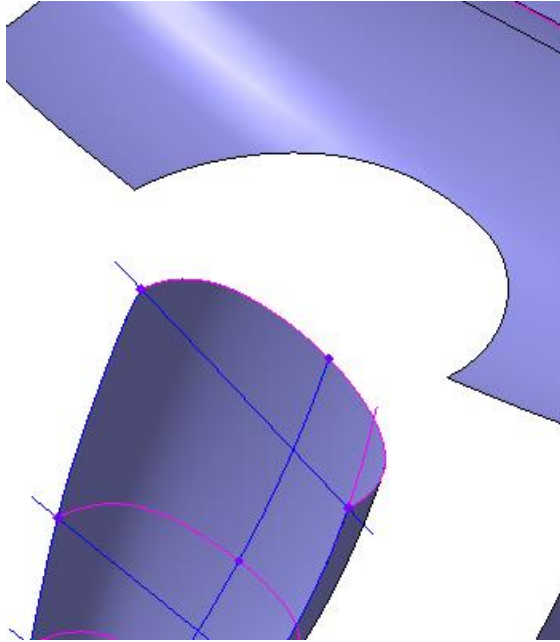

Рисунок 56.
- Нажмите кнопку Создать объект .(рис.56).